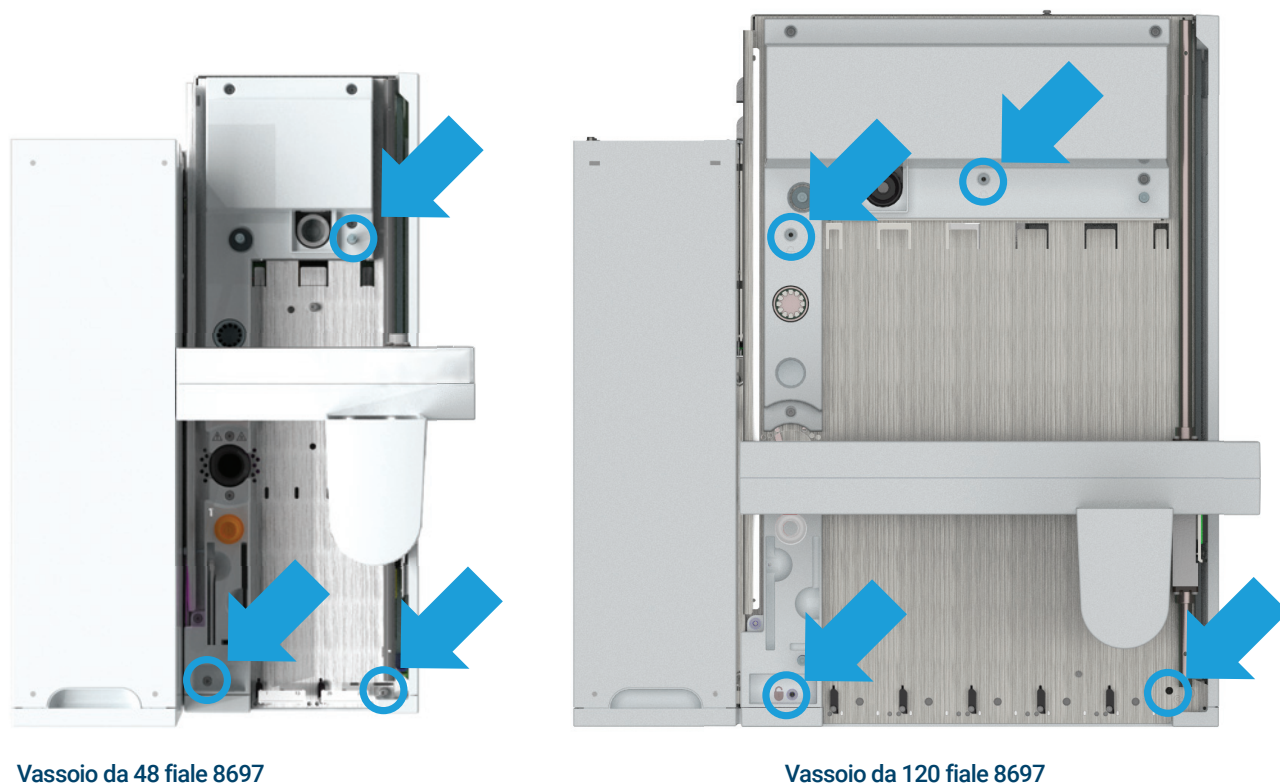

Figura 10. Allentare le tre viti
- 7 Allentare le viti che fissano il vassoio al mainframe. (Figura 10)